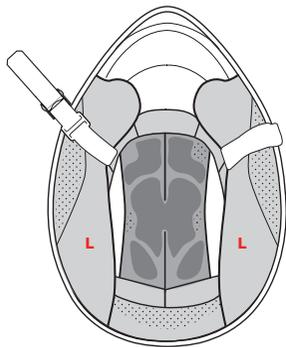

ABBILDUNG 9
**Seitliche innere Polsterungen: WANGENPOLSTER — L —** Abbildung 9